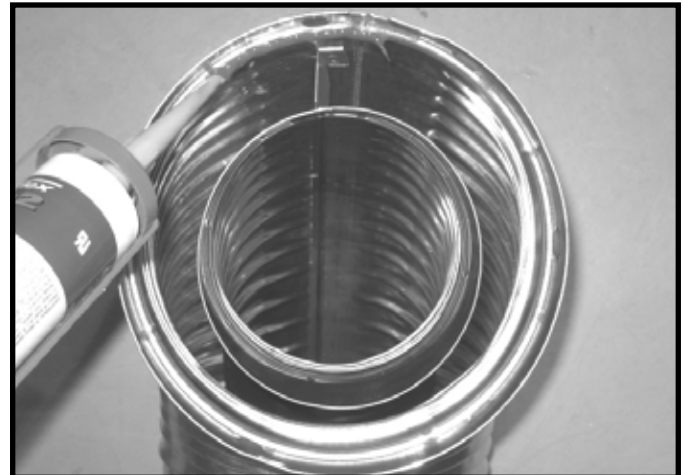

Figure 7.1 Scellant silicone à haute température
- Appliquez une bande de silicone (procurant un degré minimum d'exposition continue de 150 °C (300 °F)) dans le joint femelle du conduit extérieur avant de relier les sections. Voir la figure 7.1.